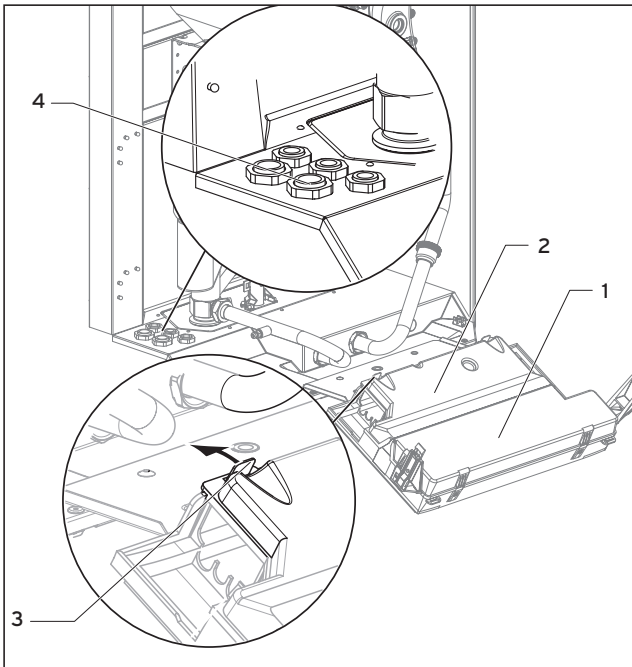

Abb. 4.15 Schaltkastenrückwand öffnen
- Clipsen Sie den hinteren Deckel des Schaltkastens (2) an den Stellen (3) aus und klappen Sie den Deckel hoch (s. Abb. 4.15).
- Führen Sie die Anschlussleitungen der jeweiligen, anzuschließenden Komponenten durch die Kabeldurchführung (4) links an der Geräteunterseite (s. Abb. 4.15).